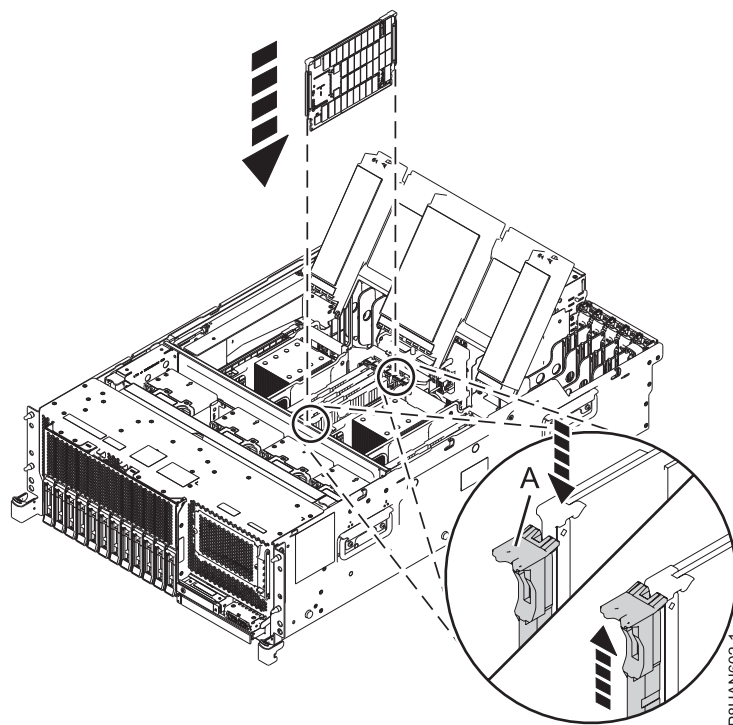

図 3. 8247-42L、8286-41A、または 8286-42A システムでのメモリー・モジュールの取り付けまたは取り替え
5. 固定タブ (A) が所定の場所に収まるまで、メモリー・モジュールをスロットにしっかりと押し込みます。 7 ページの図 3を参照してください。